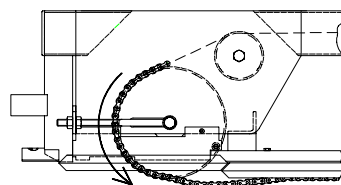

Abb. 2
- In Abb. 2 wird die Einführung der Kette in die offene Gleitschiene dargestellt,
- Durchhängende Kette (Abb. 2)